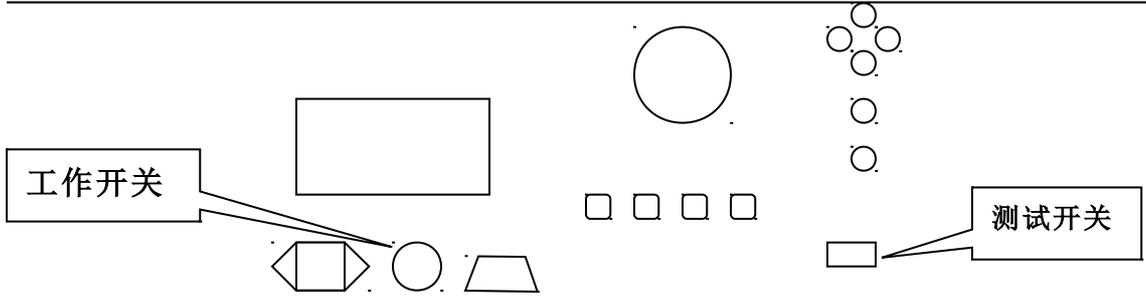
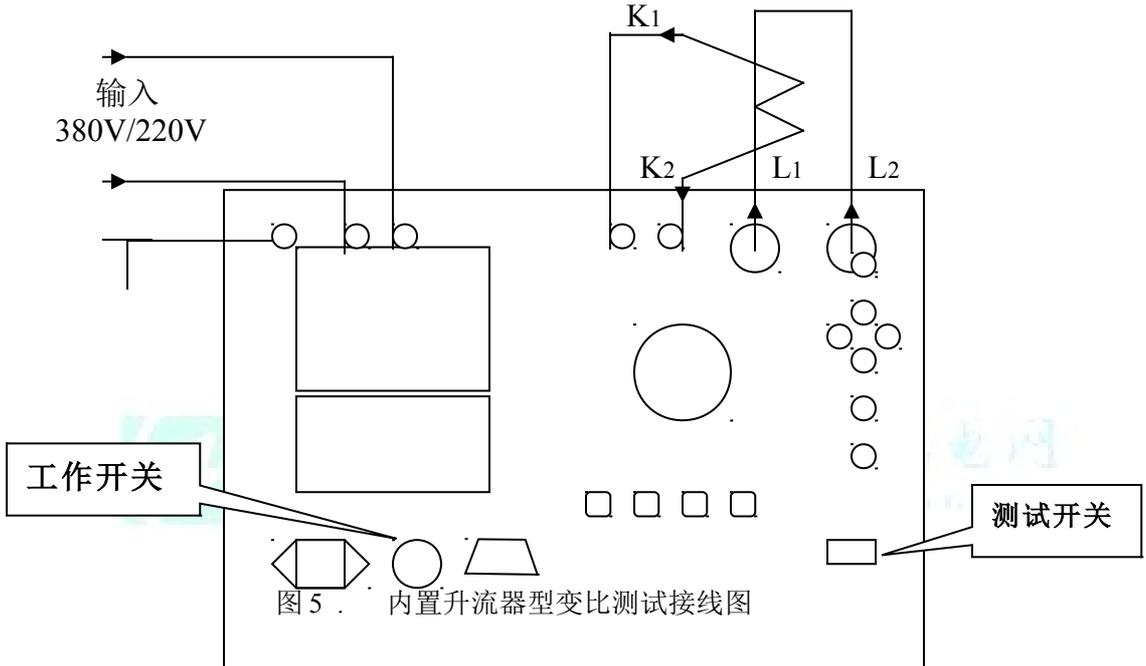

图4. 外置升流器型变比测试接线图
图5. 内置升流器型变比测试接线图
- a、外置升流器型按图 4 接线；内置升流器型按图 5 接线
内置升流器的电流容量是固定不变的（300A/600A）；优点是与主机一体化，在变比测试时接线简单（见图4）；缺点是电流容量不可变，有时不能满足现场使用，再者总体重量较重，在通常不需做变比测试时更显升流器重量的多余。
外置升流器的优点是电流容量可以根据各个用户单位的具体情况而任意选配（300A—1500A），几乎能够满足所有的现场使用需要；再者升流器与主机分体，各自重量都较轻，在不做变比测试时不需携带升流器，试验更加轻松。缺点是与主机分体，在变比测试时接线稍繁。（见图5）